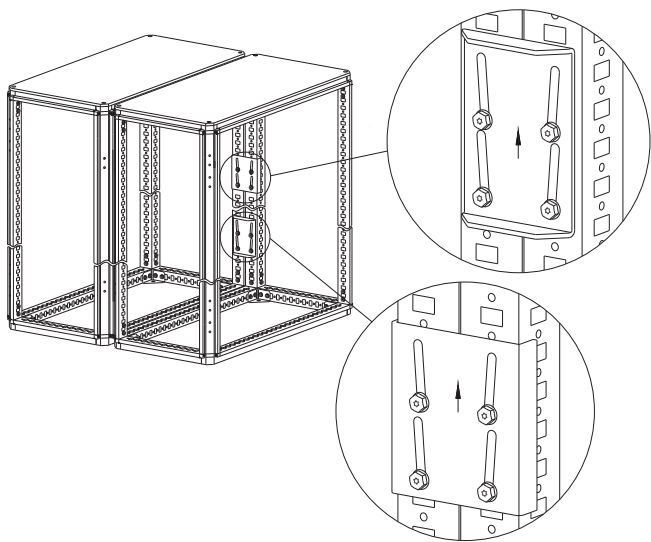

Рисунок 67
4.36.4 Сместите пластины так, чтоб расстояние между каркасами уменьшилось до минимального зазора и затяните болты М6х16 (рисунок 67) Момент затяжки – 7 Н·м.